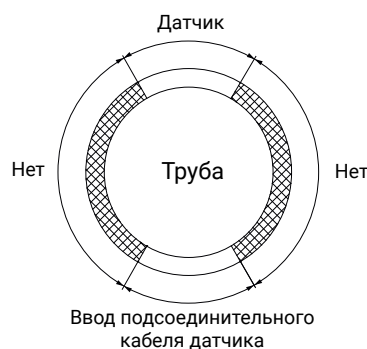

Рис. 6. Датчик и ввод подсоединительного кабеля
- Датчик должен быть размещен на верхней части трубы (рис. 6)
- Подсоединительный кабель датчика должен выходить из-под теплоизоляции таким образом, чтобы под теплоизоляцию и ее кожух не проникала влага (рис. 6)